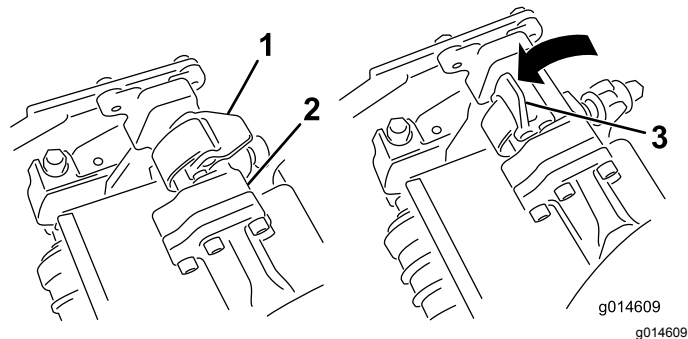
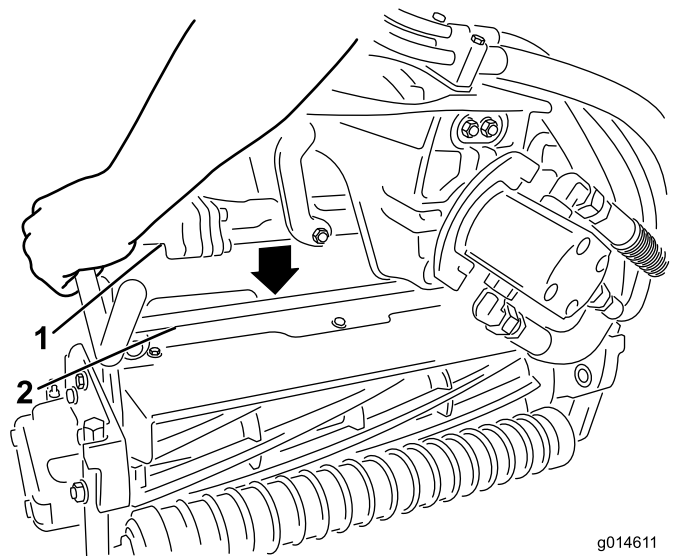

图 46
图 47
3. 当悬挂臂杆上的门锁指向上方即打开时图 46 向下压悬挂臂使悬挂臂杆与滚刀组上方的支架相契合图 47。
4. 向下并绕着滚刀组横杆关闭门锁将它们锁定到位图 46。
- 打开您正在拆下的滚刀组悬挂臂上的门锁图 46。